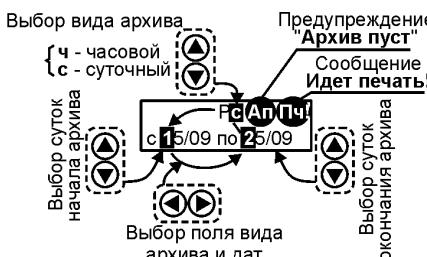

Рис. 4.3 - Пример выбора типа архива и интервала дат для вывода показаний на принтер
**Печать.** При входе в данный подраздел (рис. 4.3) на верхней строке индикатора обозначение **Rс** (режим печати суточного архива) с мерцающим символом «**с**» (вывод из суточного архива), а на нижней – поля исходных пределов (сутки/месяц) интервала дат, за который необходимо распечатать архив.